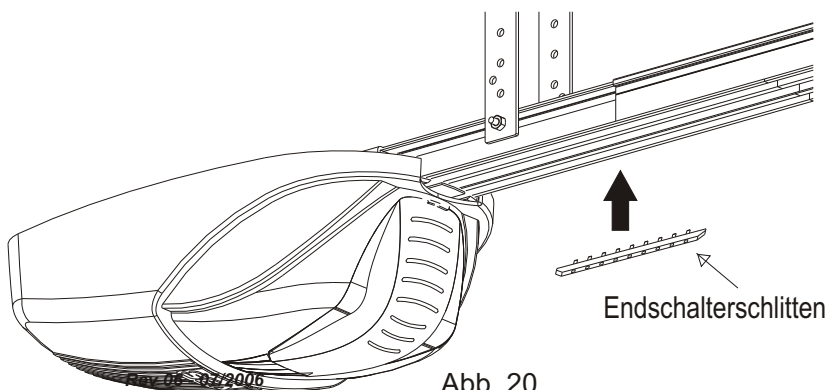
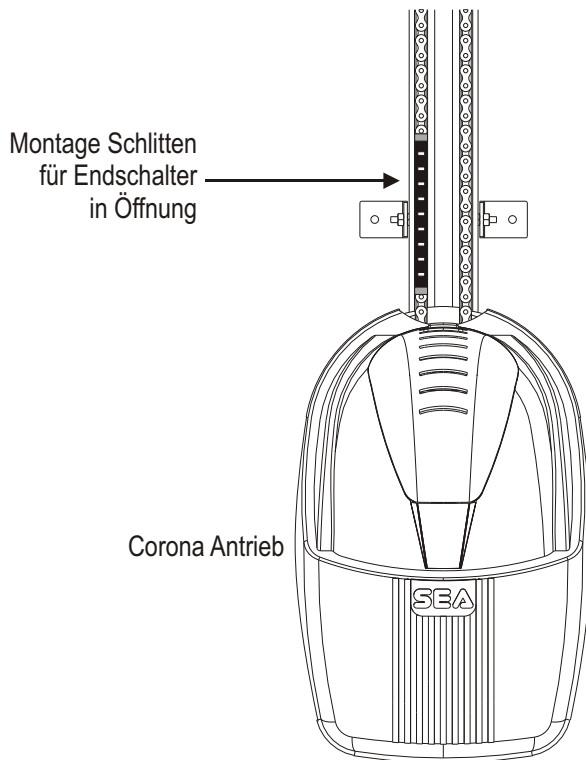
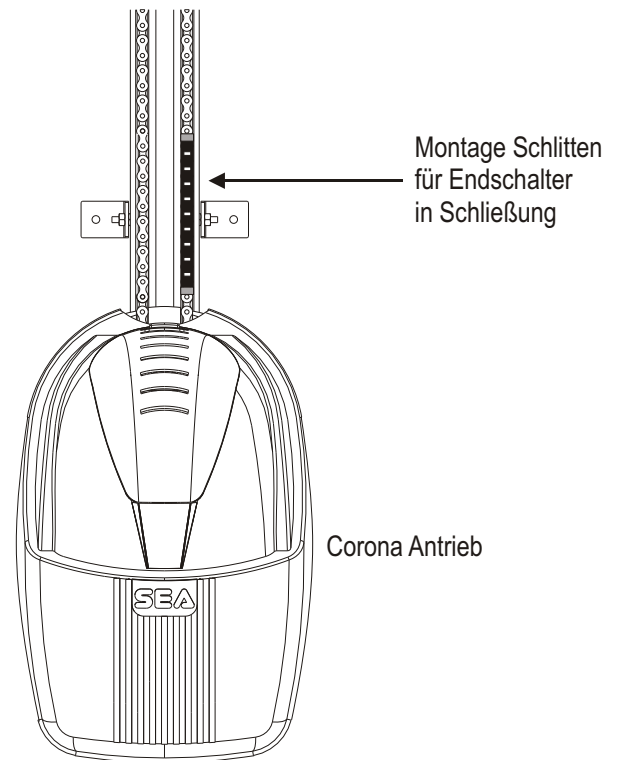

Abb. 20
Abb. 21a
Abb. 21b
- Den Endschalterschlitten (Abb. 20) so nah wie möglich am Corona Antrieb, in der Nähe des Rädchens des Schalters wie in Abb. 21a, anbringen.
- Den Endschalterschlitten (Abb. 20) so nah wie möglich am Corona Antrieb, in der Nähe des Rädchens des Schalters wie in Abb. 21b, anbringen.